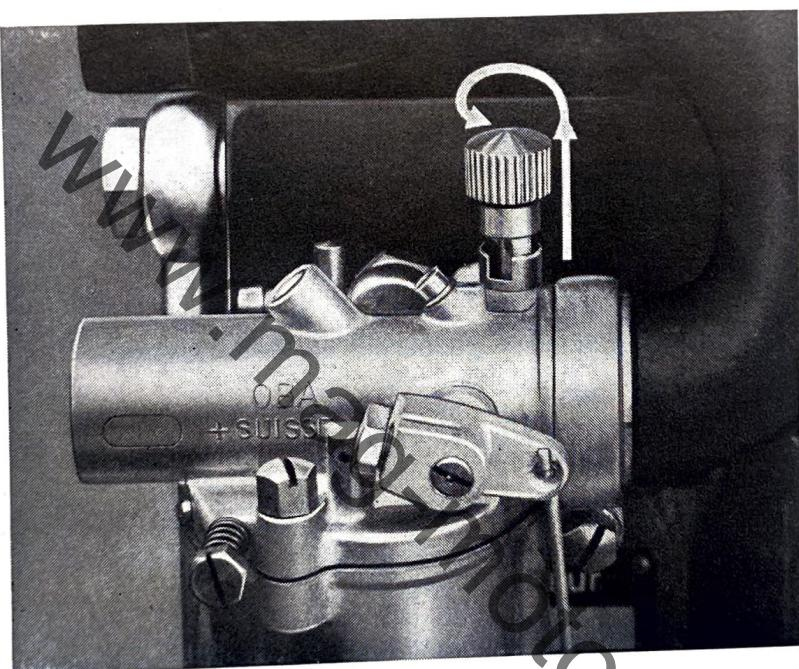

Fig. 3 Starter
- C) Ouvrir le starter du carburateur ; soulever le bouton et le mettre hors de son encoche. (Voir fig. 3.)